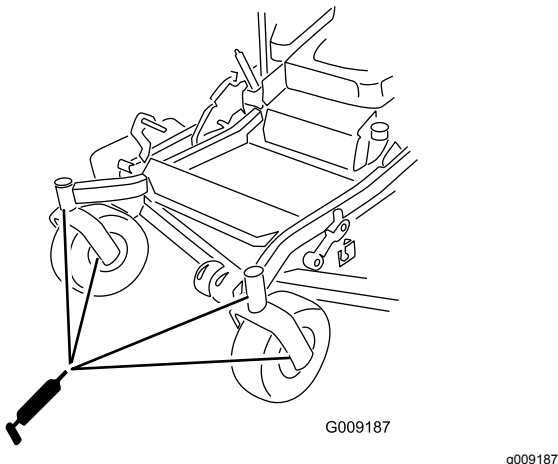

Figure 40
10. Remettez le bouchon hexagonal et le capuchon antipoussière en place (Figure 40).
11. Graissez les roulements des roues pivotantes (Figure 40).